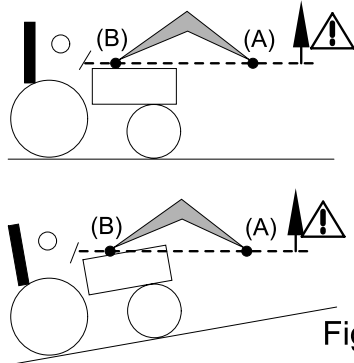

Fig. 2
- Lors de l'opération de levage et pendant le déplacement, veiller à ne pas quitter la charge des yeux à partir du moment où le point de pivot de l'outil (A) dépasse l'horizontale du point de pivot du chargeur (B) [voir fig. 2]. Au besoin, corriger la position de l'outil pour que la charge ne soit jamais dirigée vers le conducteur [voir fig. 3].
**!** **DANGER** : Si la charge n'est pas correctement sécurisée, l'opérateur est soumis à un danger de chute de la charge lorsque le point de pivot de l'outil (A) dépasse l'horizontale du point de pivot du chargeur (B) [voir fig. 2].
**!** **DANGER** : Il est interdit de caver le chargeur lorsque le point de pivot de l'outil (A) dépasse l'horizontale du point de pivot du chargeur (B) [voir fig. 2].